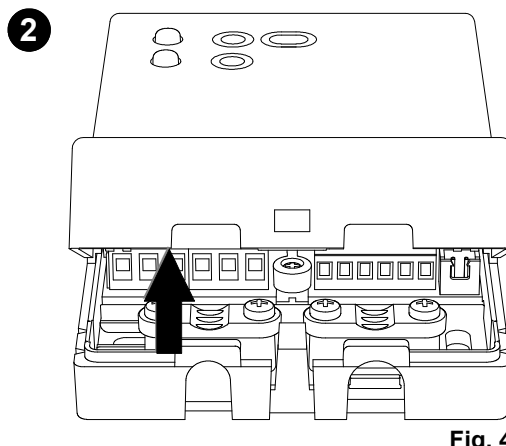

Fig. 4
- 2 Faire tourner le couvercle en exerçant une légère pression pour l'extraire complètement. (Fig. 4).